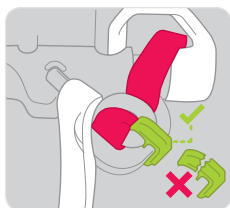

Figura 7
- Inspeccione el pasador de liberación en busca de daños, distorsión, corrosión o agrietamiento. Asegúrese de que no se ha desenganchado. Asegúrese de que el cordón de liberación rojo esté colocado bajo el pasador de liberación y que la cincha de la línea de carga rodea el pasador de liberación (consulte la figura 7).
- Asegúrese de que el clip verde del pasador de liberación esté presente y compruebe que no existan señales de daño, distorsión ni grietas (consulte la figura 7).